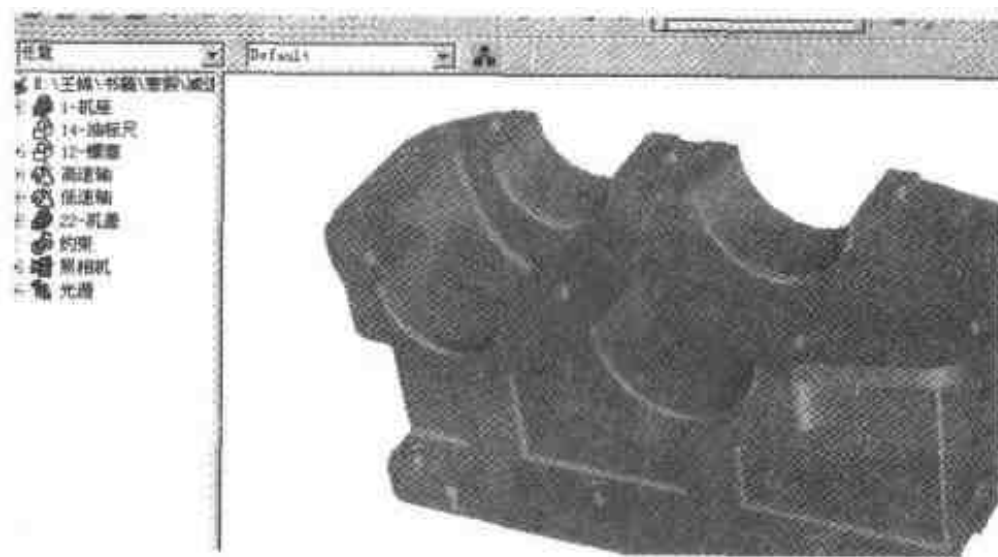

图 3.143 读入机盖零件
- (1) 选择【文件】|【插入】|【零件/装配】命令, 然后在所附光盘中找到 score\example\jixie\3\减速机装配\机盖.ics 文件, 单击【打开】按钮。
- (2) 在右侧零件树上将零件名称改为“22-机盖”, 结果如图 3.143 所示。